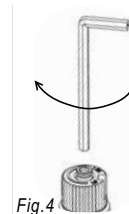

Fig. 4
- 13) Utiliser la clé hexagonale comme indiqué dans la Fig. 4, pour tourner la vis dans le sens horaire jusqu'à ce que la vis soit bien serrée. Ne pas serrer trop fort.